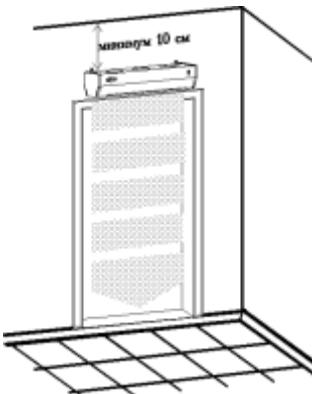

Рис. 1. Размещение воздушно-тепловой завесы.
- 5.2. Завеса крепится в горизонтальном положении над проемом (См. рис. 1).